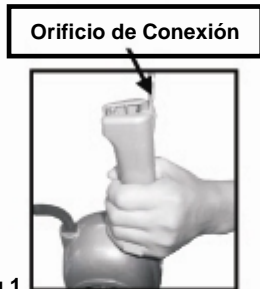
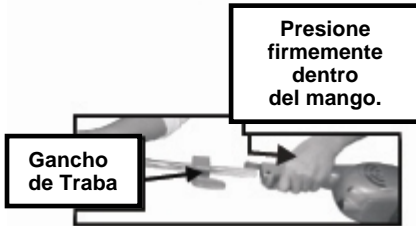

Fig.1
Fig. 2
- Abra el orificio de conexión en el mango de la aspiradora de mano (Fig. 1) e inserte el tubo de extensión hasta que el gancho quede firmemente trabado dentro del mango. (Fig. 2).